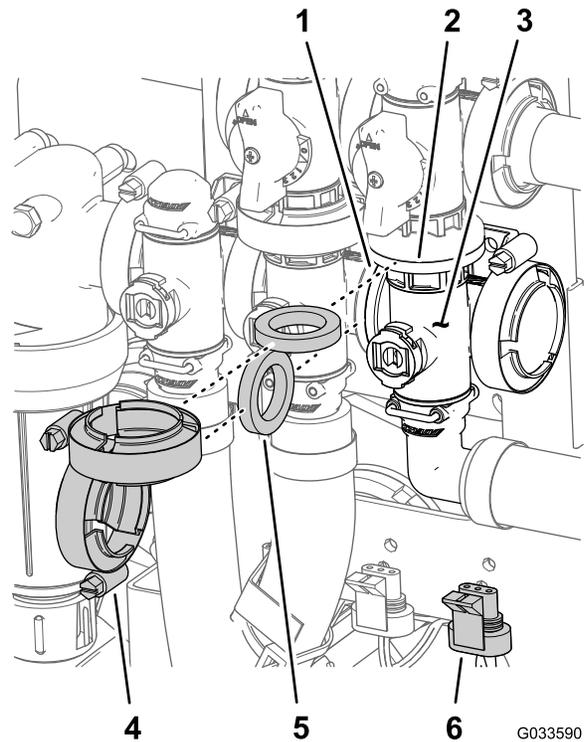

Figure 129
- Fixez le collecteur de la vanne générale des rampes, le joint et la vanne de dérivation de la vanne générale avec un collier serré à la main (Figure 129).
- Alignez la bride du collecteur de la vanne générale, un joint et le collecteur de la vanne d'agitation (Figure 129).
- Fixez le collecteur de la vanne générale, le joint et le collecteur de la vanne d'agitation avec un collier serré à la main (Figure 129).
- Alignez la bride du collecteur de la vanne générale, un joint et la bride de la vanne de dérivation de la vanne générale (Figure 129).
- Montez la vanne d'agitation sur le support à l'aide du boulon à embase et du contre-écrou à embase (Figure 129) que vous avez retirés à l'opération 3 de Dépose de la vanne générale des rampes sur le collecteur \(page 84\), et serrez l'écrou et le boulon à un couple de 10 à 12 N·m.